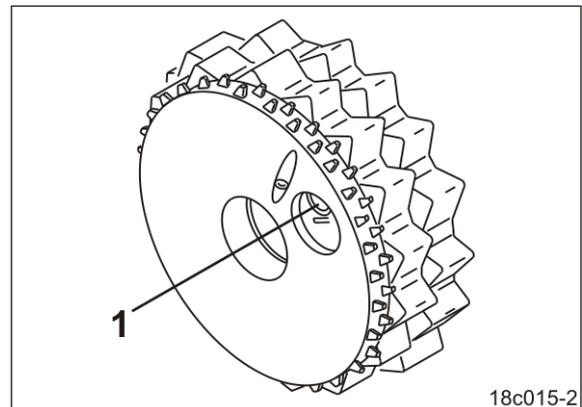

Fig. 159
3. Die Abdrehkurbel (Fig. 159/1) in das Quadratrohr des Spornrades stecken.